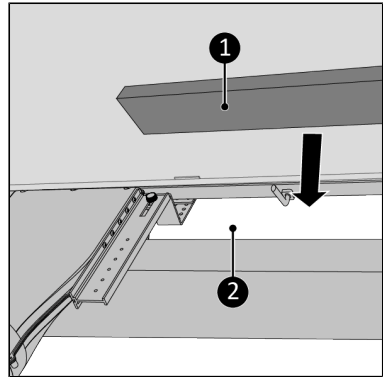

Figuur 49.
14. Draai de klem Schroef voorzichtig tegen het kozijn aan (Figuur 49, pos. 1).